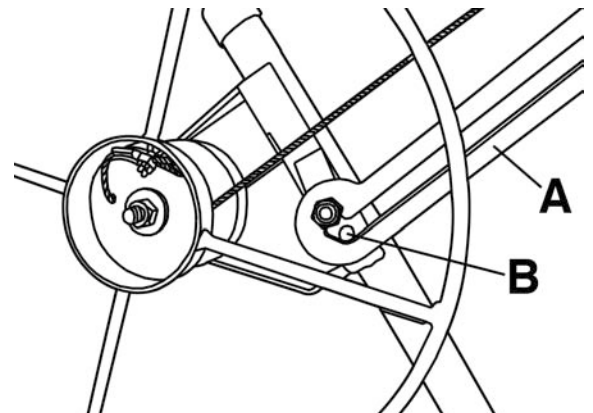

FIGURE 15
- 6) Redressez l'ensemble du treuil, éloignez la barre de coulissement (A) Fig.15 du verrou de la barre (B) en la glissant à fond vers la droite. Tenez la barre de coulissement en position libérée et tournez le treuil pour l'approcher vers le châssis. Une fois que la barre de coulissement touche le châssis, tournez toujours le treuil jusqu'à ce que le mouvement des potaux télescopiques est empêché par le crochet de retenu. Repositionnez la barre de coulissement contre le verrou de la barre, s'assurer qu'elle engage le verrou de la barre et que l'ensemble du treuil est retenue en place. Abaissez le frein à bras pour verrouiller le tout en place.